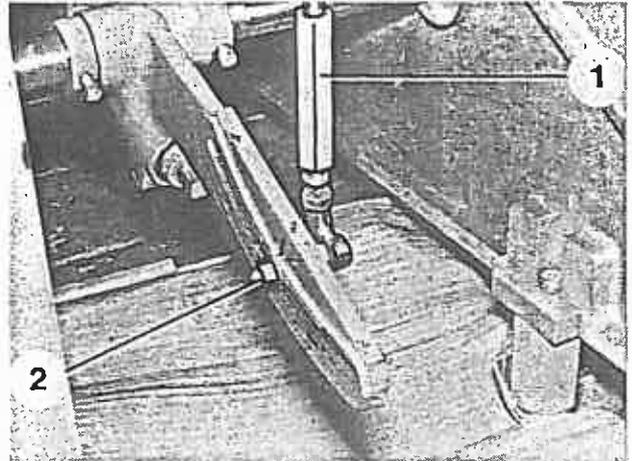

Bild 55
4. Befestigungsmutter (Bild 55/2) lösen, Zugstange (Bild 55/1) in die mittlere Stellung (unter der mit „8“ gekennzeichneten Stellung) bringen und Mutter wieder festziehen.